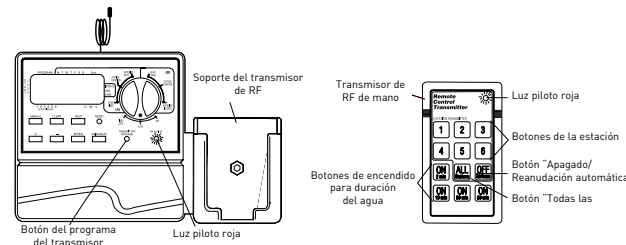

Ilustración 17: Riego usando las funciones del control remoto inalámbrico
- Oprima el botón de la estación deseada en el Transmisor (número 1, 2, 3, etc.). El Transmisor emitirá una sola señal acústica y la luz roja se encenderá [Vea la ilustración 17].
- Oprima el botón ENCENDIDO para el período deseado de riego (seleccione los períodos de duración de 2, 10, 30 ó 60 minutos). El Transmisor emitirá tres señales acústicas para confirmar el mandato. La luz roja del Regulador se dejará ver intermitente varias veces para indicar que ha recibido la señal del inalámbrico [Vea la ilustración 17]. Durante el riego inalámbrico, la pantalla del Regulador mostrará la estación activa que se está regando (una "A" aparecerá sobre el número de estación), indicará REMOTO y contará en forma descendente el número de minutos que quedan en esa estación.
- ilustración 17].
- Oprima el botón ENCENDIDO del período de riego deseado (seleccione períodos de 2, 10, 30 ó 60 minutos). El Transmisor emitirá tres señales acústicas para confirmar el mandato. La luz roja del Transmisor se verá intermitente varias veces para indicar que ha recibido la señal del inalámbrico [Vea la ilustración 17]. Durante el riego por inalámbrico, la pantalla del Regulador mostrará la estación activa que se está regando (una "A" aparecerá sobre el número de estación), indicará REMOTO y contará en forma descendente el número de minutos que quedan en esa estación. Se debe tener en cuenta que cada estación se activará, a pesar de la programación en el Regulador.